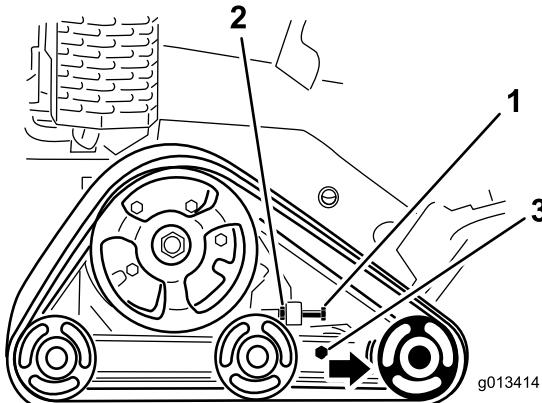

Figura 45
3. Desaperte a porca de bloqueio no parafuso de tensificação da lagarta e os parafusos no braço de tensão (Figura 45).
4. Aperte o parafuso de tensificação para 32,5 a 40 N m para esticar a lagarta (Figura 45).
4. Abra o parafuso de tensionamento e a porca de bloqueio (Figura 45).
5. Desaperte os parafusos (Figura 45).